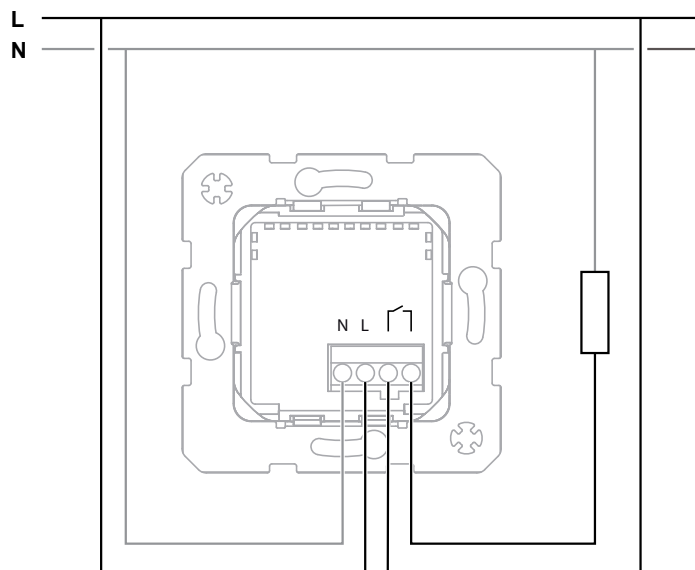

Figura 3
- Conectar el mecanismo de interruptor de relé (1) según el esquema de conexiones (figura 3/4).